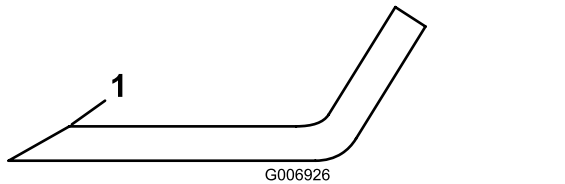

Figura 73
3. Inspeccione los fillos de corte de todas las cuchillas. Afílelos si están romos o tienen mellas. Afíle únicamente la parte superior del filo y mantenga el ángulo de corte original para asegurar un filo correcto (Figura 73). La cuchilla permanecerá equilibrada si se retira la misma cantidad de metal de ambos bordes de corte.